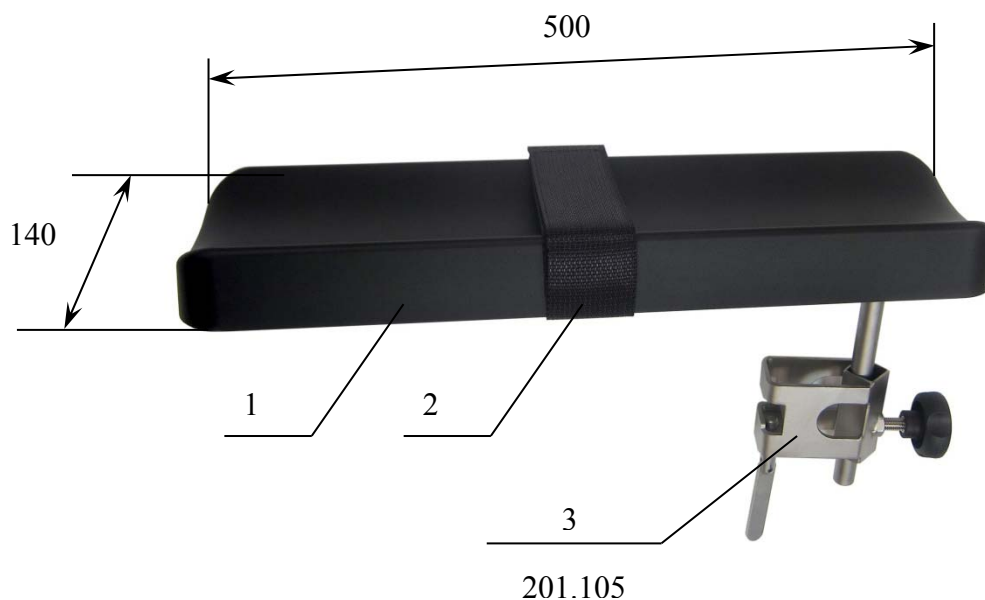

**Рисунок 3. Столик для инъекций.**
**3. Столик для инъекций (опора для руки) (Рисунок 3).** Профилированное ложе 1 из литого пенополиуретана, нержавеющие монтажные элементы. Регулируется по высоте и поворачивается вокруг вертикальной оси. Рентгенопрозрачен. Оснащен зажимом 201.105 и фиксирующим ремнем. Максимальная допустимая нагрузка на столик для инъекций– 10 кг.